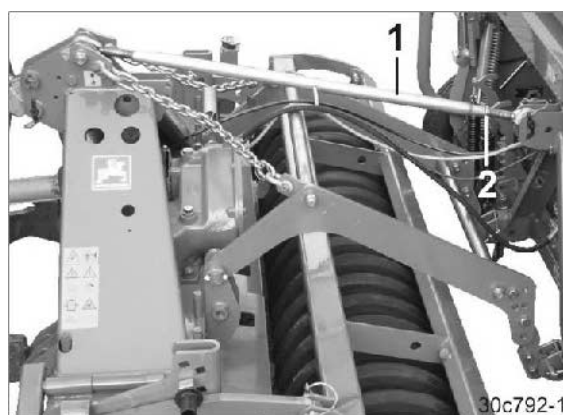

Fig. 36
8. Fastgør topstangen (Fig. 36/1) med såmaskineboltene på topstangen på såmaskinen.
11. Fastlås topstangen med kontramøtrikker (Fig. 36/2), når den er indstillet korrekt.